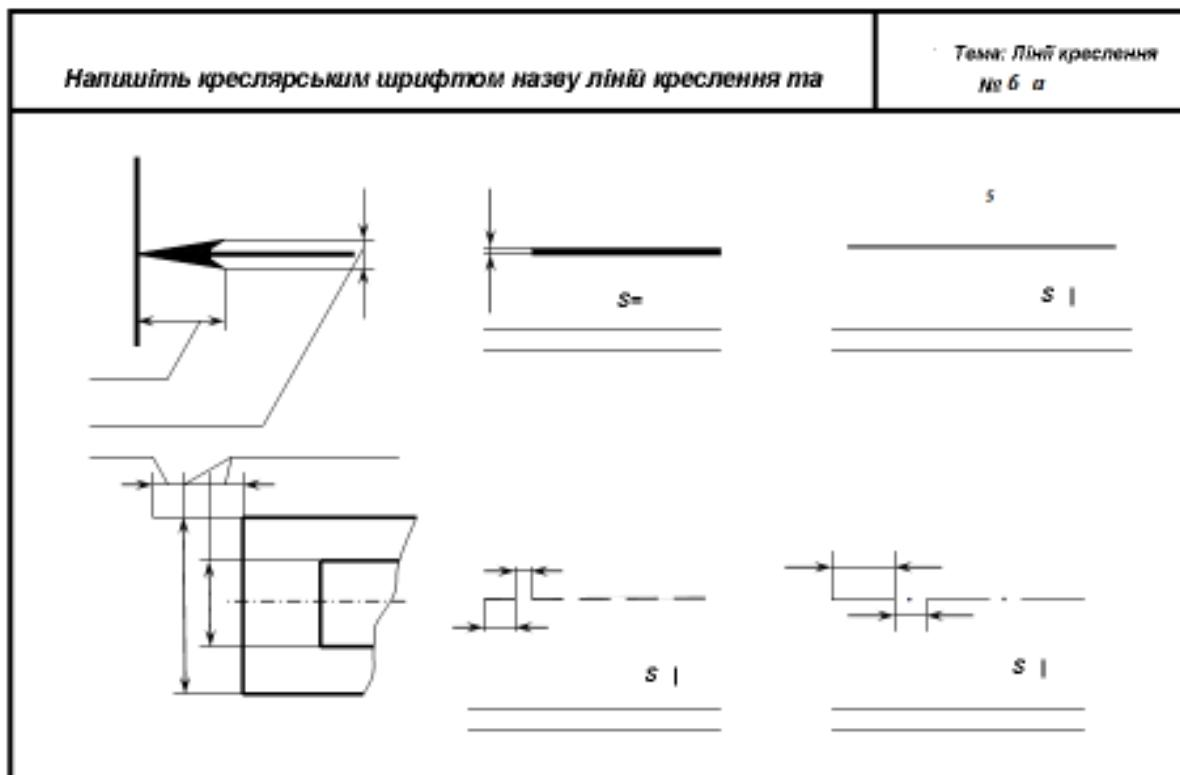

Рис. 16 – завдання № 6 а.
2. Треба виконати шрифтом № 5 назву ліній та розміри їх (рис. 16).